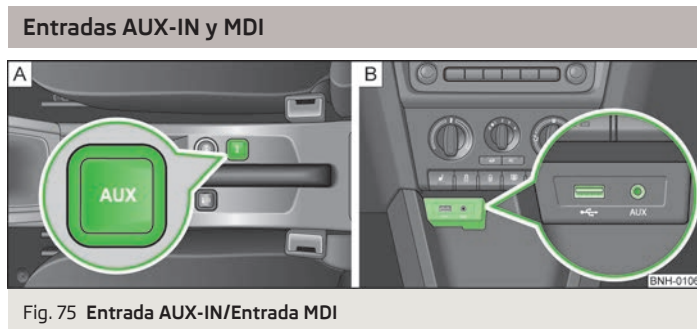

Fig. 75 Entrada AUX-IN/Entrada MDI
La entrada MDI se encuentra encima del guarda objetos en la consola central delante » fig. 75 - B;
La entrada USB » fig. 75 - B puede utilizarse por separado para conectar p.ej. un lápiz USB con archivos de audio. La reproducción del sonido se inicia automáticamente tan pronto como el lápiz USB esté conectado.
- > entre los asientos delanteros en la consola central » fig. 75 - A;
- > por encima del guarda objetos en la consola central delante » fig. 75 - B;